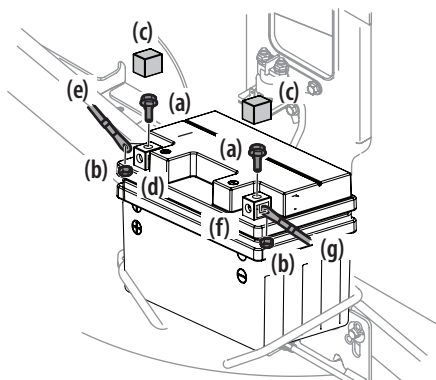

Figure 17
1. Retirez les boulons hexagonaux (a) et les écrous (b) situés à l'extrémité du faisceau de fils électrique. Gardez la quincaillerie pour utilisation ultérieure. Voir Figure 17.
2. Enlevez le couvercle en plastique (c), si équipé, de la borne positive (d) de la batterie et attachez le câble rouge (e) à la borne positive (b) de la batterie (+) avec le boulon (a) et l'écrou (b) retirés à l'étape 1. Utiliser un tournevis Philips. Voir la Figure 17.
3. Enlevez le couvercle en plastique (c), si équipé, de la borne négative de la batterie (f) et attachez le câble noir (g) à la borne négative de la batterie (f) avec le boulon (a) et l'écrou (b). Voir la Figure 17.